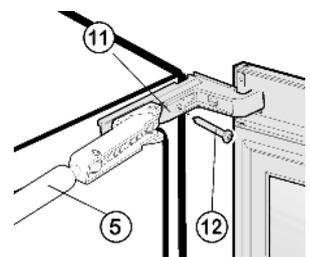

Fig. 7
- ▶ Piegarlo l'ammortizzatore di chiusura Fig. 7 (5) e appoggiare con attenzione sul lato anteriore dell'apparecchio.
- ▶ Svitare la vite centrale Fig. 7 (12) dal supporto ammortizzatore di chiusura Fig. 7 (11).
► Piega di nuovo l'ammortizzatore di chiusura Fig. 7 (5) e appoggiare con attenzione sul lato anteriore dell'apparecchio.